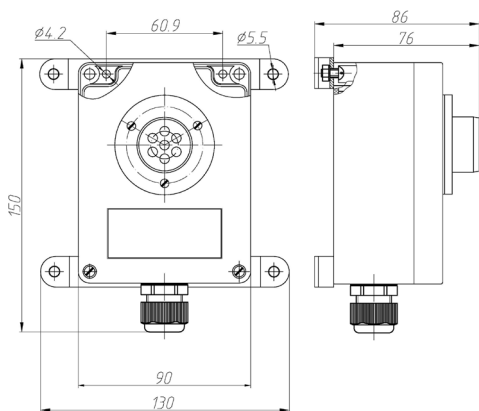

Рис. 1
- Внешний вид, габаритные и присоединительные размеры представлены на рис.1